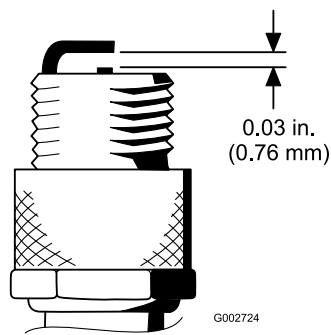

Figura 29
4. Ajuste la distancia entre el electrodo central y el electrodo lateral a 0,76 mm; consulte Figura 29. Tras ajustar correctamente los electrodos, coloque la bujía con su junta y apriétela a 23 N-m. Si no utiliza una llave dinamométrica, apriete la bujía firmemente.